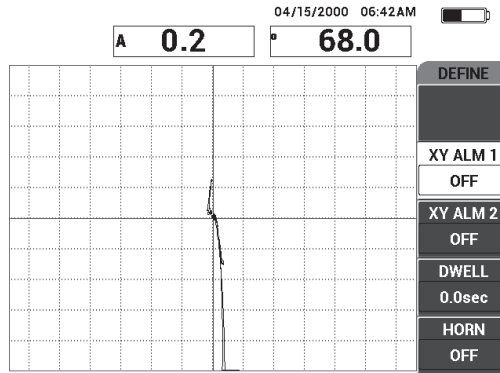

Figura 6-32 Rastreamento sobre a área com decolamento e reparada
6. Deslize lentamente sobre um descolamento e uma área reparada e, em seguida, pressione a tecla **FREEZE** () [veja Figura 6-32 na página 153].